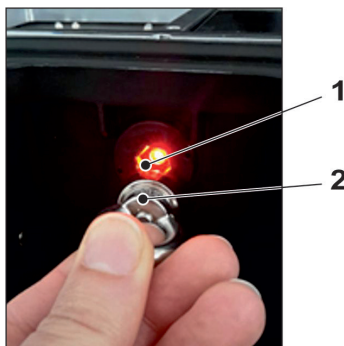

Abb. 29-10 Aufwecken des NivuLevel Mobile
2. NivuLevel Mobile „aufwecken“: dazu den mitgelieferten Magneten (Abb. 29-10 Pos. 2) vor den Reedkontakt (Abb. 29-10 Pos. 1; vorne am NFM) halten bis die LED leuchtet.